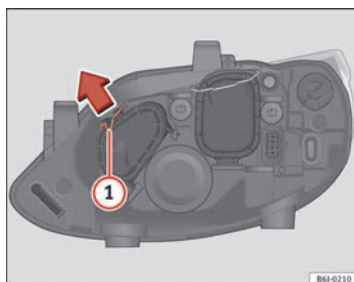

Abb. 151 Fernlicht
- Verschieben Sie die Strebe **①** in Pfeilrichtung und nehmen Sie den Deckel ab ⇒ **Abb. 151**.